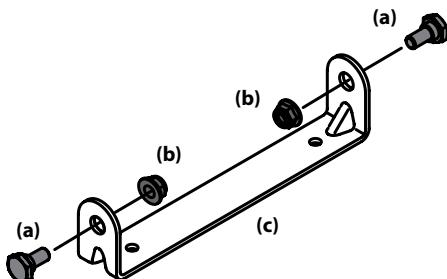

Figura 2-5
- Extraiga los pernos con reborde (a) y las tuercas de seguridad (b) del soporte de montaje del asiento (c) incluido en el paquete de herramientas. Consulte la Figura 2-5.